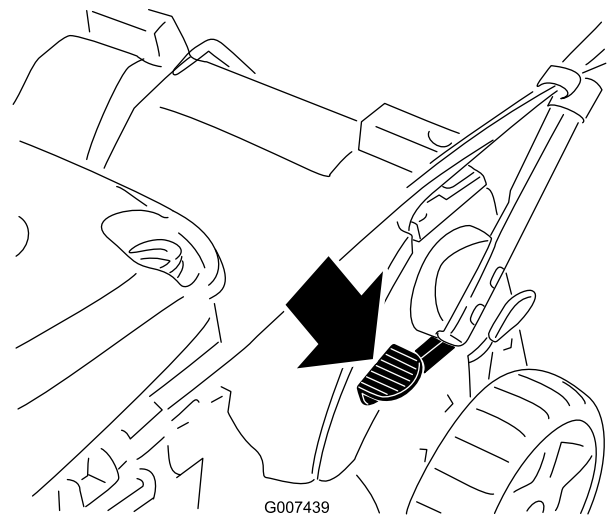

Bild 57
1. Treten Sie auf das Pedal und halten Sie es gedrückt (Bild 57).